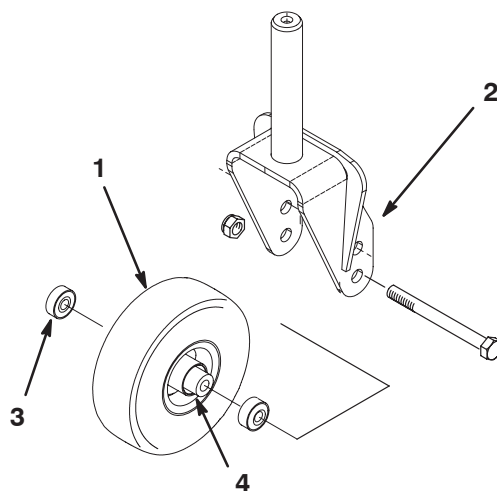

Figure 31
1. Enlevez le contre-écrou de la vis qui maintient l'ensemble roue pivotante entre les bras de la chape (Fig. 31). Maintenez la roue pivotante et enlevez la vis de la chape ou du bras pivotant.
2. Enlevez le roulement du moyeu de la roue et laissez tomber la douille d'écartement à l'extérieur (Fig. 31). Déposez le roulement de l'autre côté du moyeu.